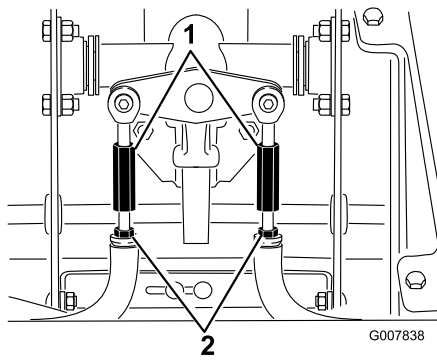

Figura 55
- D. Afloje las contratuerca de las varillas de tracción, debajo del panel de control (Figura 55).